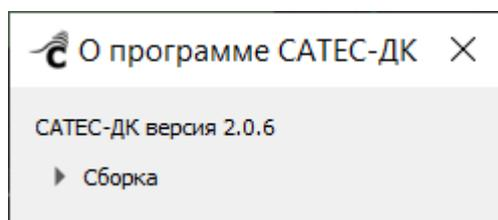

Рисунок 57 – Окно «О программе»
- «О программе» – открывается всплывающее окно с информацией о текущей версии программного обеспечения (Рисунок 57).